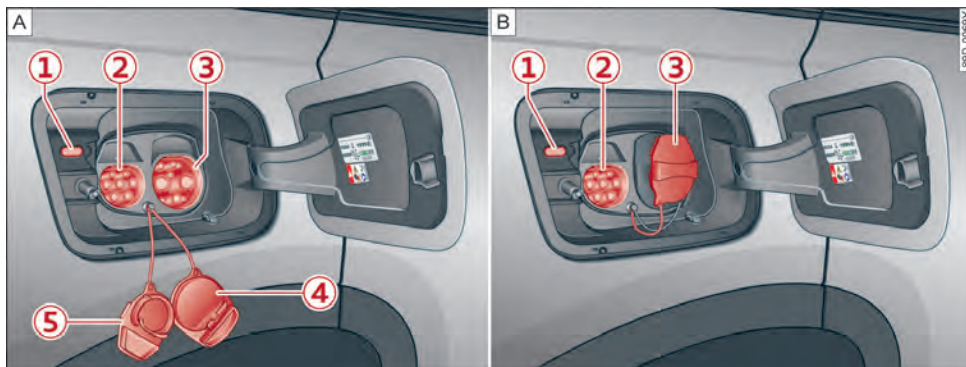

图 101 [A]. 充电插口[B]. 充电口保护盖使用说明
⇒ 图 101[A] 的图例：
- 在充电过程中，充电口保护盖请按照⇒图 101[B]方式使用。例如，使用交流电端口⇒图 101[A]②充电时，请将交流充电口保护盖⇒图 101[A]⑤挂在直流充电口保护盖上⇒图 101[A]④。
若成功连接，则⇒图 101①充电状态指示灯亮白色，组合仪表的显示屏中出现指示灯。
充电过程中，充电插口上的充电状态指示灯⇒图 101[A]①间歇性亮起绿色。